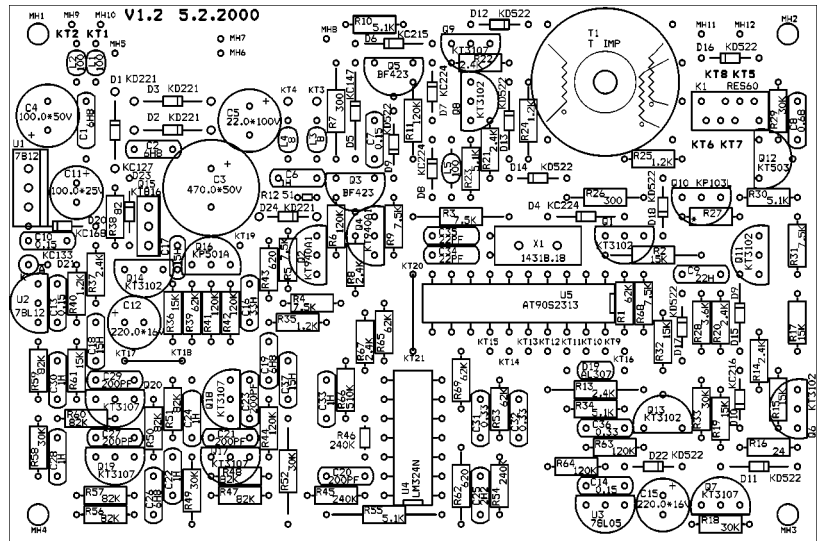

рис. 4
**Конструкция.** Дигитайзер собран в виде двух блоков – основного, в котором находится плата (рис.4, 5), и выносного блока питания, в котором находится сетевой трансформатор, предохранитель и индикатор наличия питания. В качестве сетевого можно использовать любой трансформатор, рассчитанный на напряжение 22–25 В и ток 0,1 А. Автор использовал трансформатор и корпус от БП Д2-40. Импульсный трансформатор намотан на кольце K16x10x4 2000НМ, обмотанном в два слоя лентой шириной 5–6 мм, нарезанной из полиэтиленового пакета с помощью линейки и лезвия. Первичная обмотка содержит 250 витков провода диаметром 0,15–0,22 мм, намотка виток к витку, между слоями наматывают ту же ленту в один слой. Перед намоткой вторичной обмотки следует намотать два слоя ленты. Вторичную обмотку, которая содержит 42 витка, наматывают тем же проводом, сложением